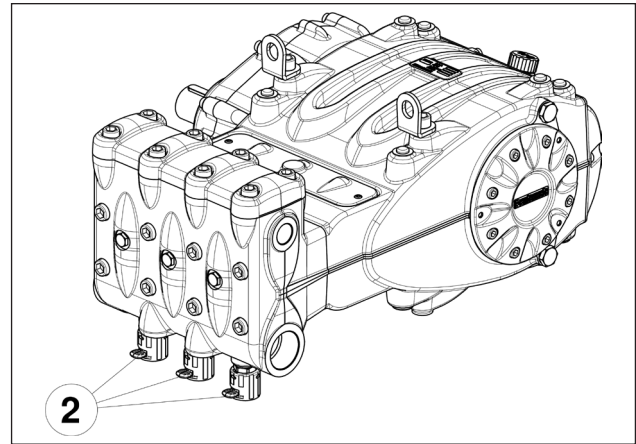
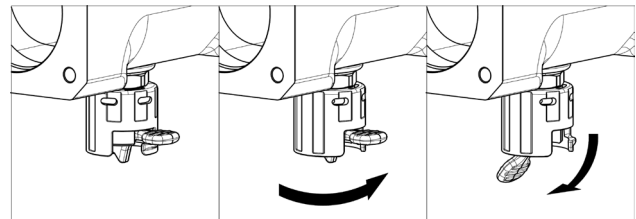

Abb. 9
Abb. 10
Stellen Sie nach längerer Lagerung oder Stillstand die Funktionstüchtigkeit der Saugventile wieder her, indem Sie die drei Ventilheber öffnen (siehe Pos. ② Abb. 9). Schließen Sie die Ventile vor Start der Pumpe wieder. Für die "Arbeits"- und "Ruhe"-Positionen siehe Abb. 10.